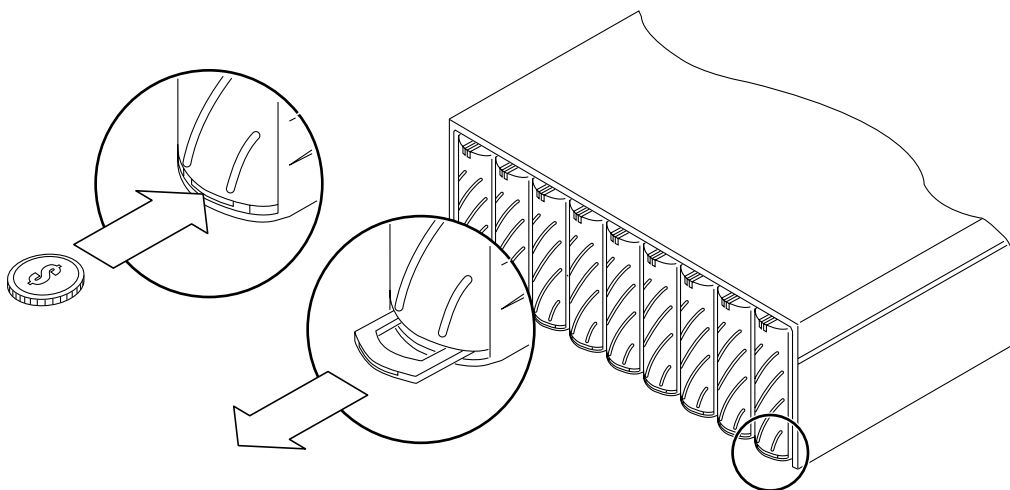

FIGURE 14-3 Dégagement de la poignée de verrouillage
**4. Avec une pièce de monnaie ou un petit tournevis, appuyez sur la poignée de verrouillage du disque afin de la dégager (FIGURE 14-3).**